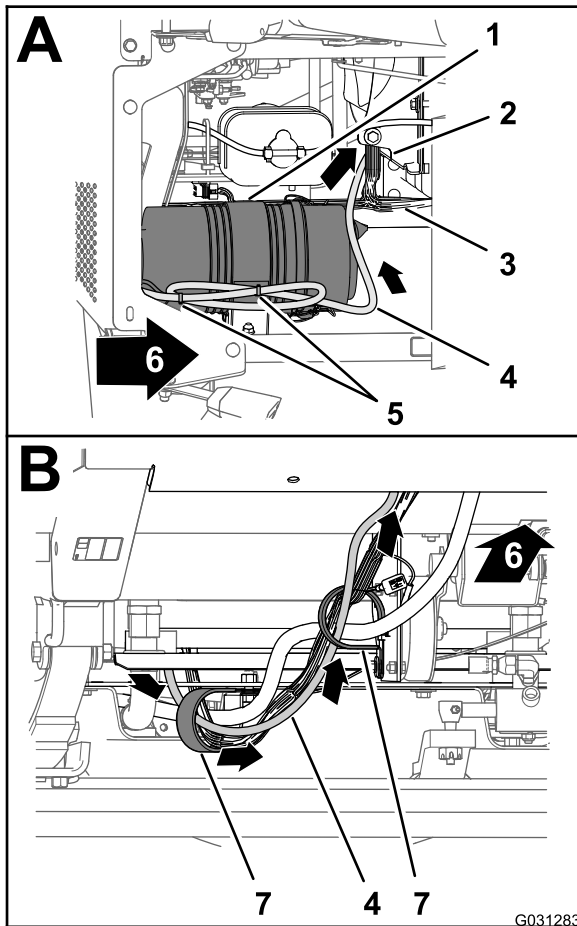

Figure 141
1. Sur le côté droit du compartiment moteur, acheminez la branche de 220 cm du faisceau de données vers l'avant du filtre à air du moteur et vers le bas en direction du coin inférieur droit du radiateur (Figure 141).
2. Acheminez la branche de 220 cm du faisceau de données vers l'avant et à travers les 2 colliers en R au bas de la machine (Figure 141).